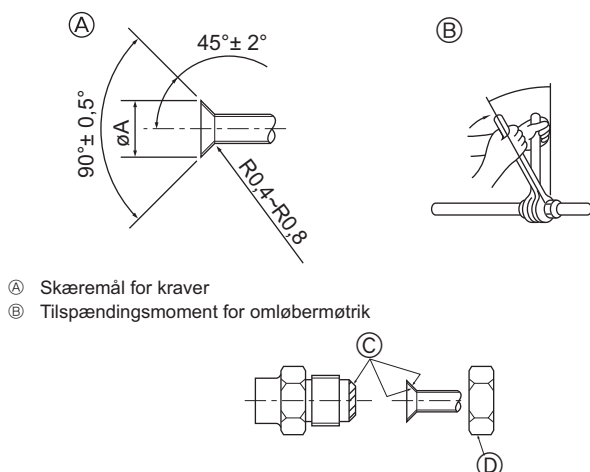

Fig. 5-6
(A) (Fig. 5-6)
(B) (Fig. 5-6)
5.5. Forbindelsesrør (Fig. 5-6)
- Kom et tyndt lag køleolie på rør og samlingsoverflade, før stramning af brystmøtrikken. (A)
- Anvend til skrueøgler til at spænde rørforbindelserne. (B)
- Påfør kølemaskineolie på hele opkravningssædets overflade. (C)
- Brug omløbermøtrikkerne på følgende måde. (D)